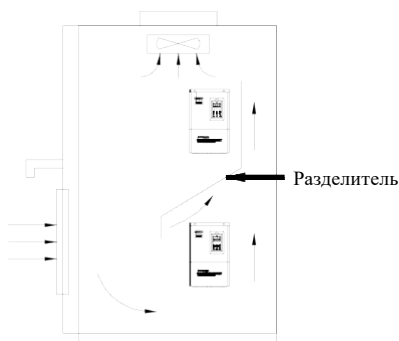

Рис.3-2 Установка нескольких преобразователей
- (3) При монтаже нескольких преобразователей друг над другом необходимо установить между ними разделитель, см. Рис.3-2.